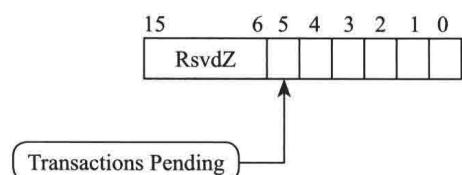

图 5-65 设备状态寄存器
- 轮循 Device Status Register（设备状态寄存器）的 bit5 (Transactions Pending) 直到被 Clear (这个 bit=1 代表还有未完成的 CplD)，如图 5-65